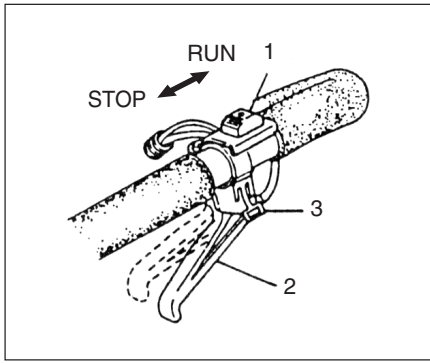

Fig.2-2
1. Set ignition switch (1) to (RUN) position. (Fig. 2-2)
2. If throttle lock (3) is equipped, pull the throttle trigger (2) and keep pushing the throttle lock (3) then, slowly release the lever to be locked. (Fig. 2-2)
1. Spostare l'interruttore di accensione (1) su (RUN). (Fig. 2-2)
2. Se il modello è equipaggiato con il fermo dell'acceleratore (3), tirare la levetta dell'acceleratore (2) tenendo premuto il fermo dell'acceleratore (3), rilasciate quindi lentamente la leva che rimarrà bloccata. (Fig. 2-2)
1. Fijar la llave de ignición (1) en la posición (RUN) (encendida). (Fig. 2-2)
2. Si existe seguro de estrangulación, tire del gatillo de estrangulación (2) y mantenga pulsado el lock de estrangulación (3), luego suelte lentamente ese gatillo para enclavarlo. (Fig. 2-2)
1. Placer l'interrupteur marche-arrêt (1) en position marche (RUN). (Fig. 2-2)
2. S'il y a un dispositif de blocage de la commande de gaz (3), serrer le levier de la commande des gaz (2) et maintenir la pression sur le dispositif de blocage de la commande des gaz (3), puis relâcher lentement le levier de commande des gaz. (Fig. 2-2)
1. Den Zündschalter (1) auf (RUN) stellen. (Fig. 2-2)
2. Falls eine Drosselsperre (3) vorhanden ist, den Drosselauslöser anziehen (2) und die Drosselsperre weiterschieben (3), dann den Hebel, welcher zu sperren ist, langsam entlassen. (Fig. 2-2)
1. Skjut stoppknappen (1) i (RUN)-läge. (Fig. 2-2)
2. Om maskinen är utrustad med halvgasspär, så tryck in gasreglaget (2) och håll halvgasspärren (3) intryckt. Släpp sedan sakta gasreglaget. Detta låser gasreglaget i läge för startgas. (Fig. 2-2)